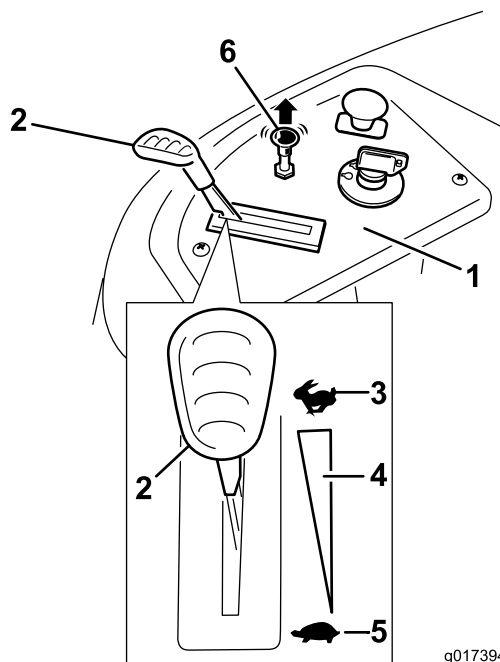

Figura 13
3. Tire del control del estérter hacia arriba antes de arrancar el motor si éste está frío (Figura 13).
2. Ponga el acelerador en Rápido (Figura 13).